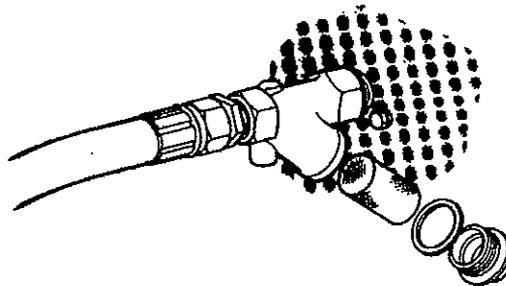

fig. 20
- Assemble the filters supplied with the machine, at each water connection (*fig. 20*).
- Montar los filtros suministrados con la máquina a cada una de las conexiones de agua (*fig. 20*).
- Monter les filtres livrés avec la machine à chaque raccordement d'eau (*fig. 20*).